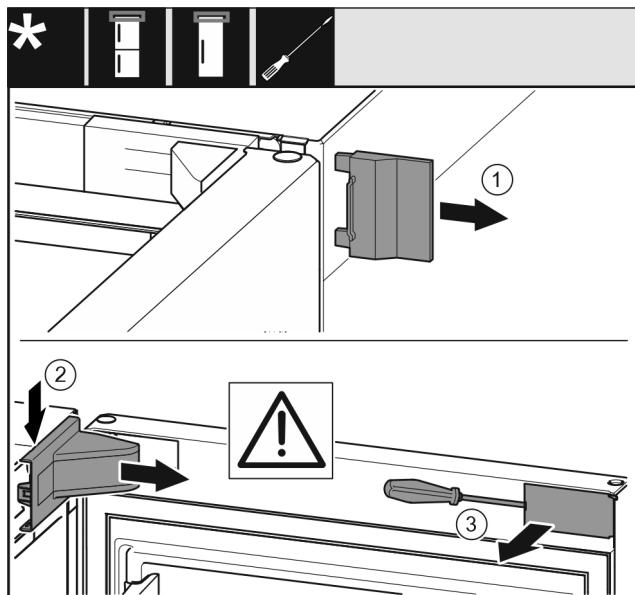

Fig. 8
- Sejměte vnější kryt. Fig. 8 (1)
- Odjistěte a uvolněte kryt stojanu ložiska. Sejměte kryt stojanu ložiska. Fig. 8 (2)
- Plochým šroubovákem vyjměte záslepku a otočte ji ke straně. Fig. 8 (3)